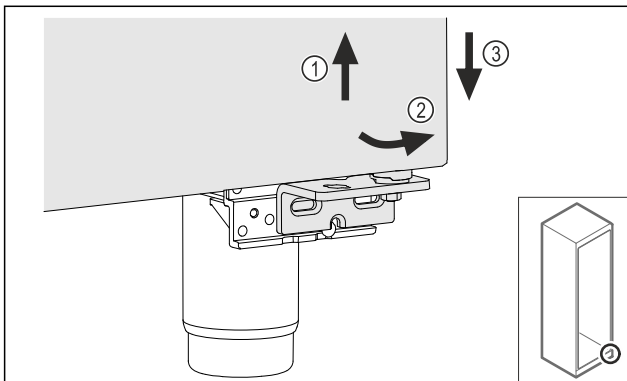

Fig. 16
- Deur iets optillen Fig. 16 (1), onderzijde naar voren kantelen Fig. 16 (2) en laten zakken Fig. 16 (3).